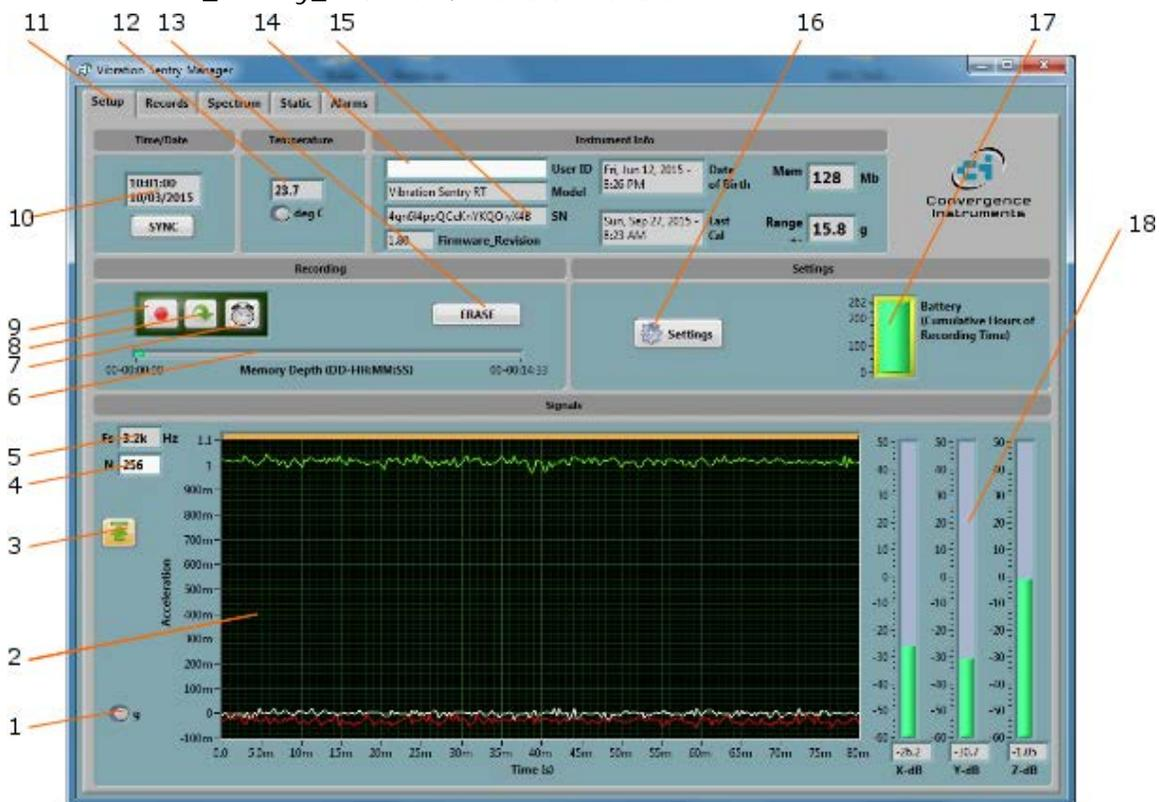

図 5 設定 Tab
4. 図5で説明したフロント・パネルが表示され、アプリケーションが機器に接続しようとし、それが計器を見つけることができなかった場合には見つかりませデバイスがないことを示します。このような場合は、トラブルシューティングのセクションを参照してください。順調な場合は、アプリケーションは振動センタリーRTとの通信をすぐに開始します。
- **セットアップTab:** 機器を設定し、リアルタイム測定をモニターするために使用(図 5参照).
セットアップタブは図5に見られます。これは、6つのフィールドに分割されています。